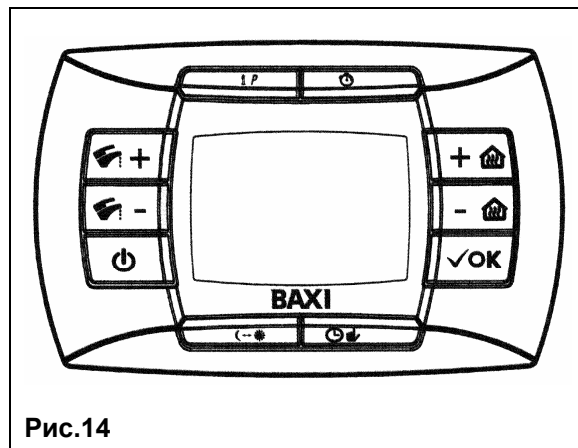

Рис.14
- нажать и держать нажатой кнопку и затем нажать (см. рис.14).